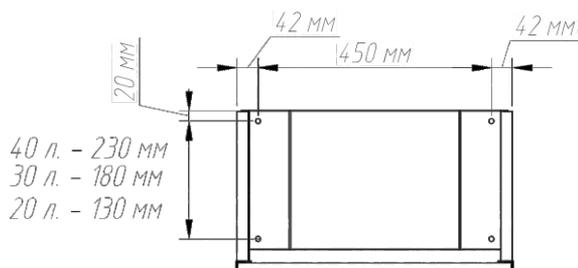
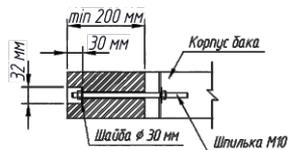

Рис. 2
Рис. 3
- 2 Определите место установки обливного устройства с учетом его веса, габаритов и несущей способности стены, на которую оно будет установлено, разметьте места установки анкеров для подвеса обливного устройства (см. рис. 2, рис. 3). (Анкера в комплект поставки не входят, и подбираются потребителем самостоятельно в зависимости от толщины стены на которую будет смонтировано обливное устройство)
- 5 Надежно закрепите обливное устройство на стене при помощи 4 анкеров из шпильки М10 с гайками (см. рис. 3)